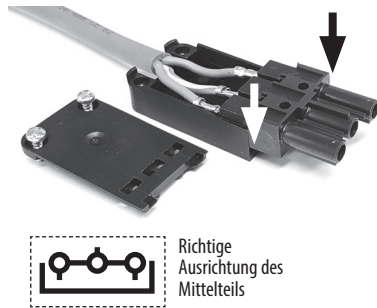

Abb. 11
2. Mittelteil fest in das Unterteil eindrücken, bis das Mittelteil einrastet. Auf die korrekte Ausrichtung des Mittelteils achten! Siehe Abb. 11